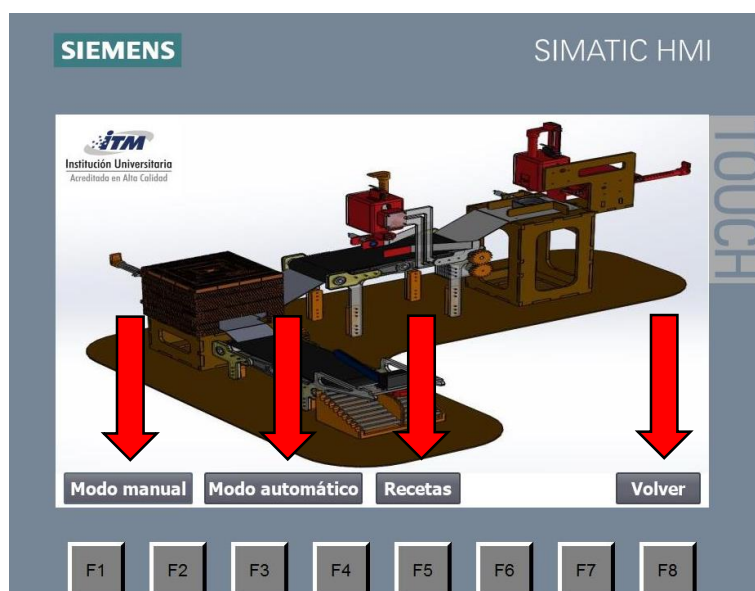

Figura 4. Pantalla de Menú
- **RECETAS:** es donde se definen los parámetros con los que se desea hacer el plato (ver Figura 4)
Para programar una secuencia, cambiar el SETPOINT DE TEMPERATURA, cambiar el TIEMPO DE COCCIÓN y la POSICIÓN en la que va a caer el molde, se presiona el botón RECETAS desde el MENÚ, de acuerdo a la representación de la Figura 4.